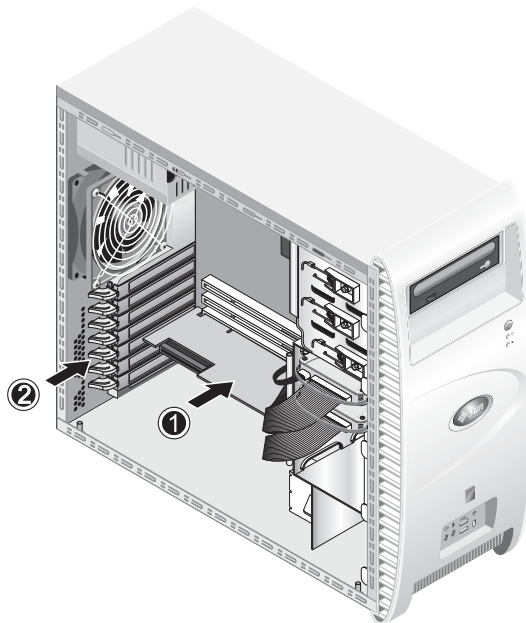

図 4-16 PCI カードの取り付け
8. 選択したスロットに PCI カードを取り付け、正しく固定されるまで押し付けます（図 4-16 の (1) を参照）。
9. 所定の位置にはまるまで固定クリップをシャーシに回し入れます（図 4-16 の (2) を参照）。